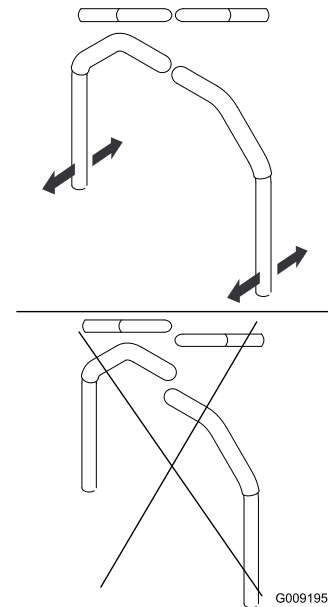

Figura 79
4. Alinee las palancas en el sentido adelante/atrás acercándolas a la posición de PUNTO MUERTO, y moviéndolas hasta que estén alineadas; luego apriete los pernos (Figura 79).